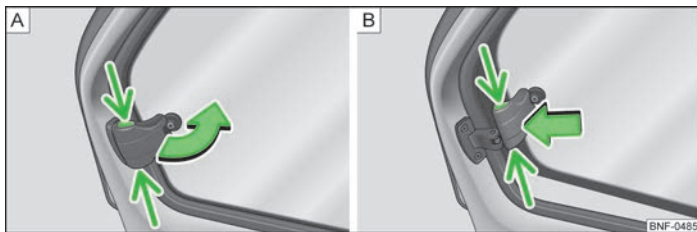

Fig. 19 Geamuri spate
- Prindeți de siguranța din degajarea » fig. 19 - și deschideți geamul în sensul săgeții.
- Blocați geamul în poziție deschisă, prin apăsarea siguranței în sensul săgeții » fig. 19 - .
- Prindeți de siguranța din degajare și trageți împotriva sensului săgeții » fig. 19 - .
- Închideți geamul în poziția inițială, împotriva sensului săgeții » fig. 19 - , până când siguranța se blochează cu zgomot.